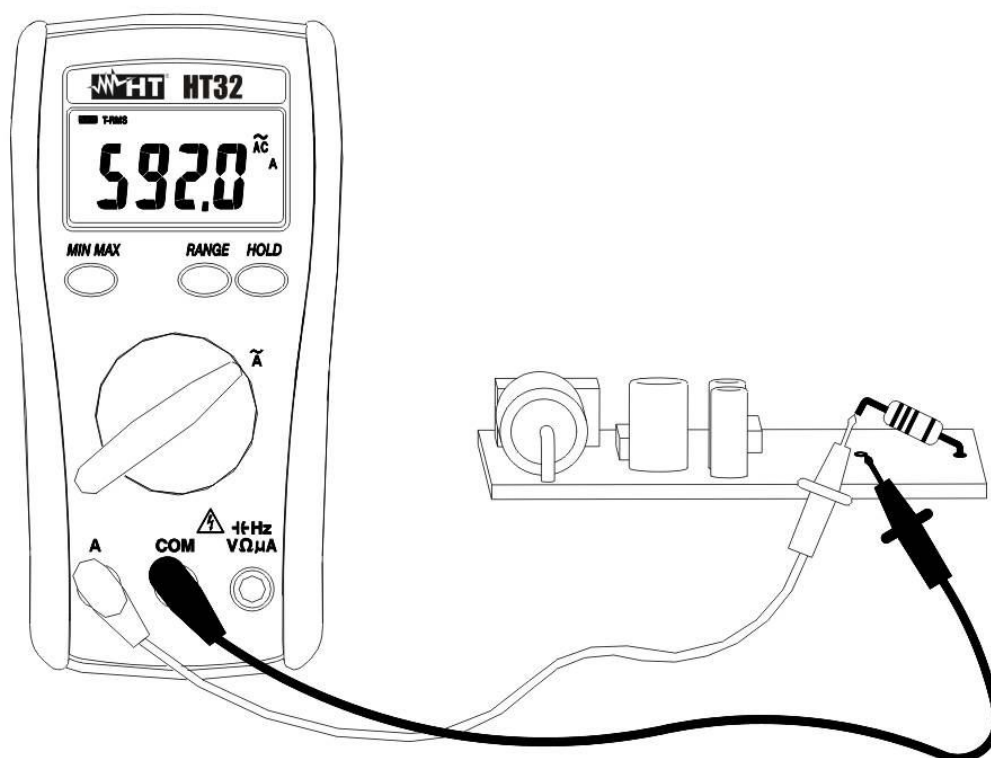

Fig. 5: Misura di Corrente AC
3. Inserire il cavo rosso nel terminale di ingresso **A** ed il cavo nero nel terminale di ingresso **COM** (vedere la Fig. 5).